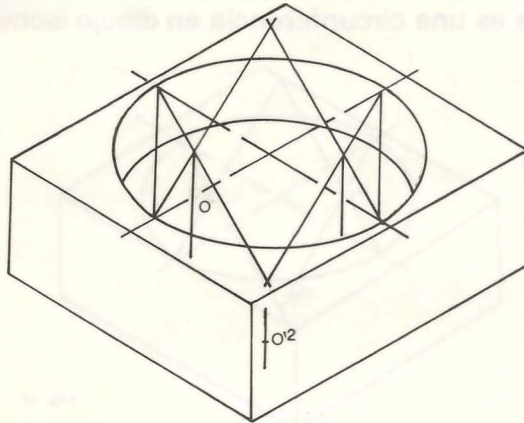

FIG. 44
4. Haciendo centro en O^2 trace el arco mayor con un radio igual al de la cara superior del agujero. Este arco me completa el dibujo isométrico del agujero cilíndrico. (Fig. 44).